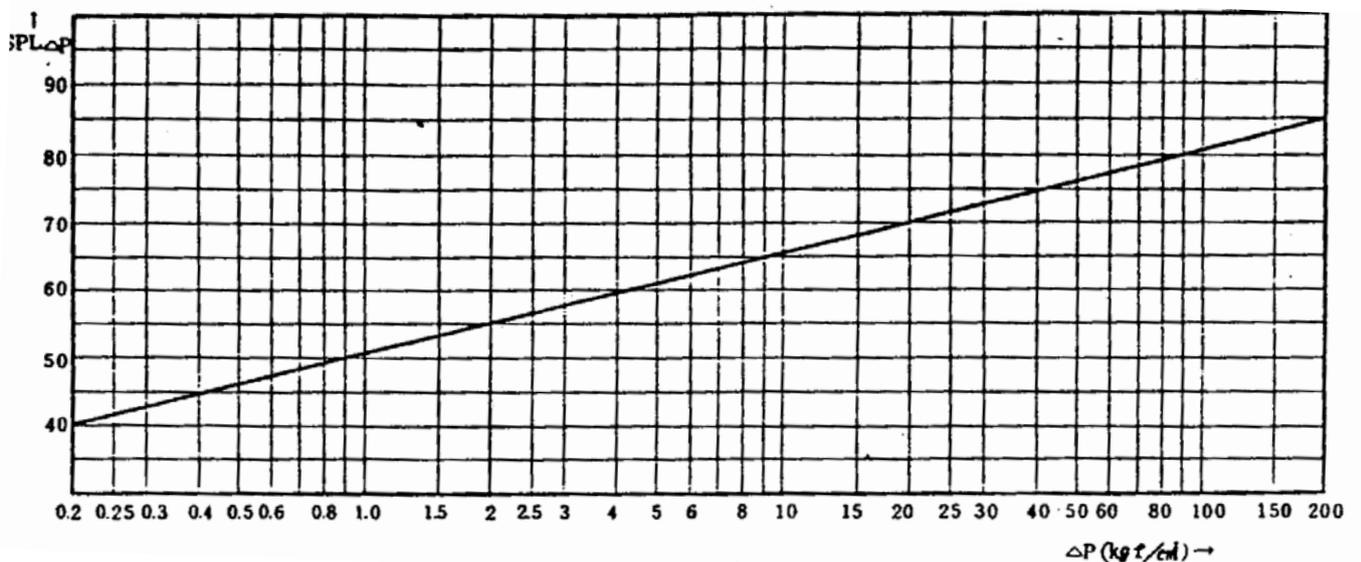

图 6 基准噪音声压级
$SPL_{\Delta P}$  = 根据调节阀前后压差所整理出来的值（参照图 6）
- e) 计算出  $SPL_{\Delta P}$  ----- 用  $\Delta P$  从图 6
$\text{SPL}_{\Delta P}=59\text{Db}$  ( $\Delta P=\Delta P=4\text{kgf/cm}^2$  ----- 图 6)